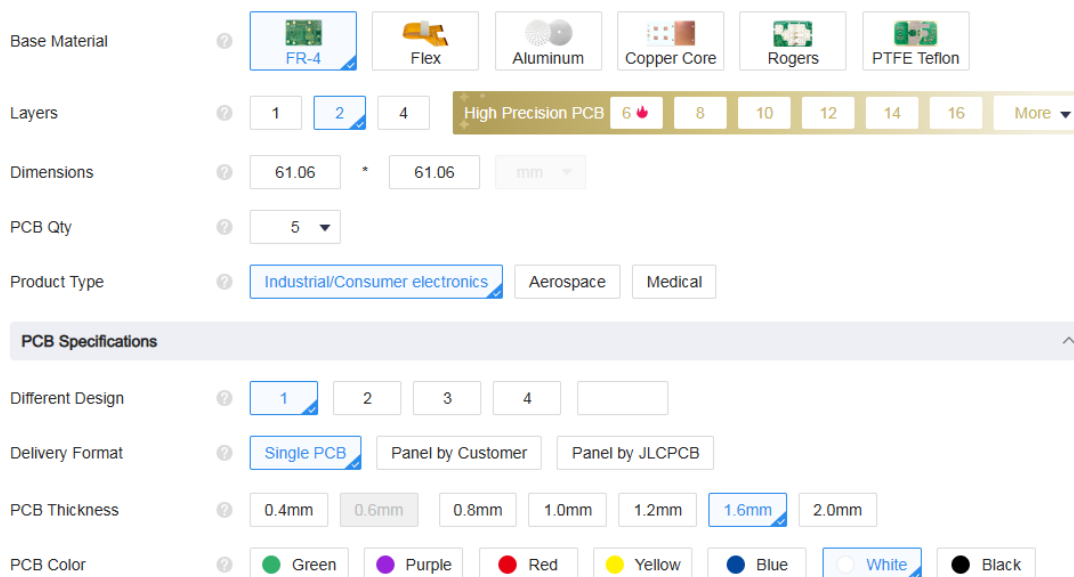

Ilustración 17 Parámetros 1.
Paso 5.5: Configurar los parámetros de la placa. Se dejarán todos los parámetros iguales a excepción del color el cual será blanco para una mayor reflectancia de la luz para los sensores ópticos y en cantidad dependerá de cuantas se quieran (Ilustración 17).